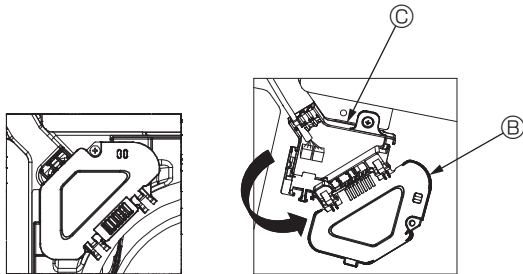

Fig. 7-5
- 3 Αφαιρέστε τη μία βίδα που στερεώνει το κάλυμμα του πίνακα σύνδεσης και, στη συνέχεια, ανοίξτε το κάλυμμα. (Fig. 7-5)